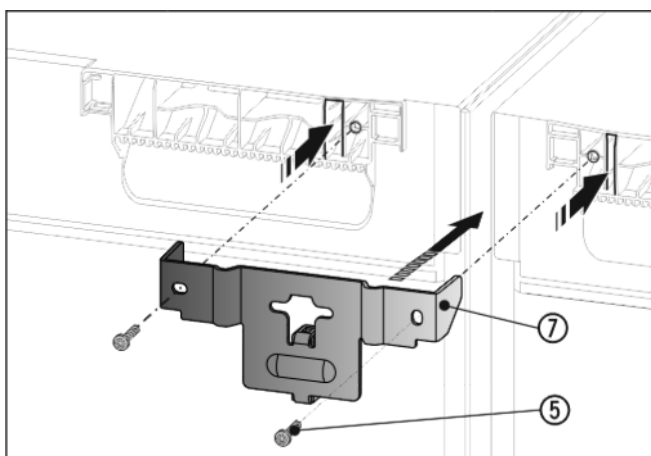

Fig. 9
- ▶ Tryck in vinkeln Fig. 9 (7) och distansstycke mellan apparaterna och mot blecken på apparatlocken. Dra fast med 2 skruvar Fig. 9 (5).